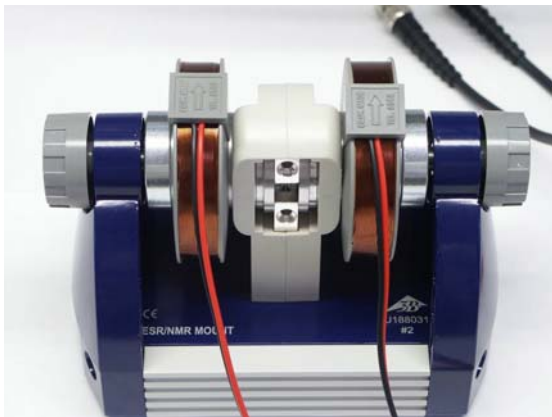

Fig. 2 Unidad básica completada con las bobinas
- Se montan las bobinas alrededor de los cilindros y se insertan en la unidad básica como se muestra en la Fig. 2.